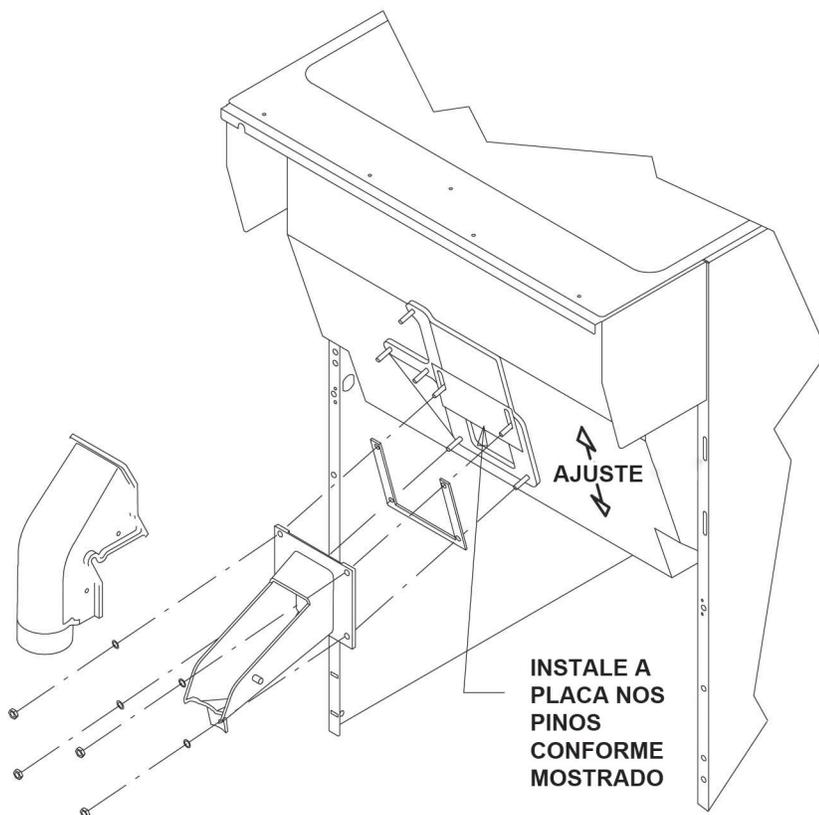

Figura 2. PLACA DE RESTRIÇÃO DO PORTÃO
3. MONTAGEM DO DRENO DA BANDEJA COLETORA (ver Figura 2): Direcione o tubo de drenagem para um dreno aberto, deixando a extremidade do tubo acima do nível de “inundação” do dreno. Utilize a tubulação, os encaixes, os grampos e o isolamento fornecidos com o Dispenser para montar o dreno. O dreno completo deve apontar continuamente para baixo e não deve conter “sifões”, pois isso causará uma drenagem imprópria.